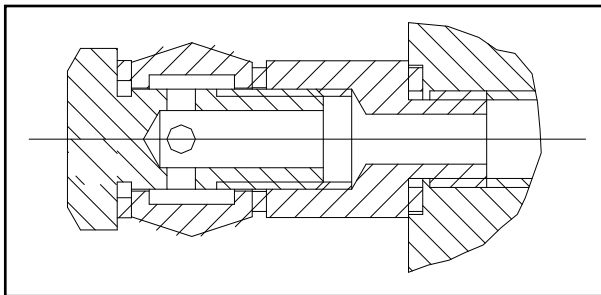

рис. 32
- ◆ Подключить гидравлический блок к контуру с помощью гибкого шланга (рис. 32).